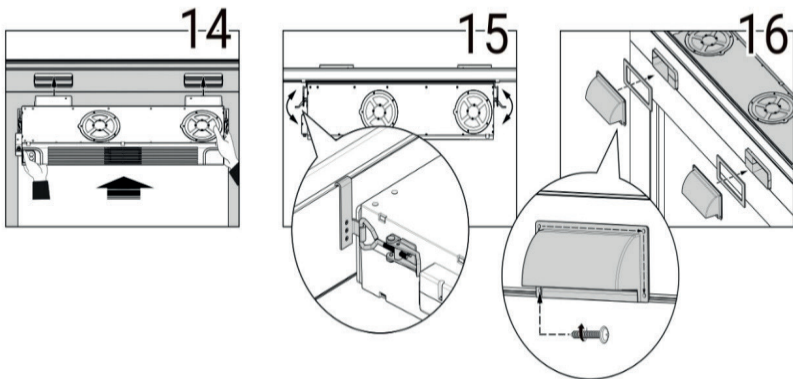

Рисунок 9 – Установка защитных козырьков
- к) установить корпус на профиль и зафиксировать его с двух сторон защелками (рисунок 9, поз.14 -15). Проверить надежность фиксирующих элементов;
- л) установить прокладки под козырьки, затем установить козырьки и зафиксировать их на каждый козырёк 4 саморезами (рисунок 9, поз.16);